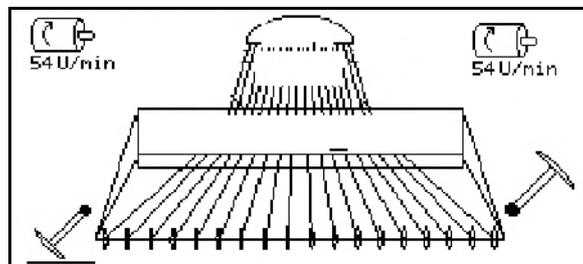

Fig. 49
- Die Vordosierung versorgt die Schare für eine eingegebene Laufzeit mit Saatgut (Fig. 49).